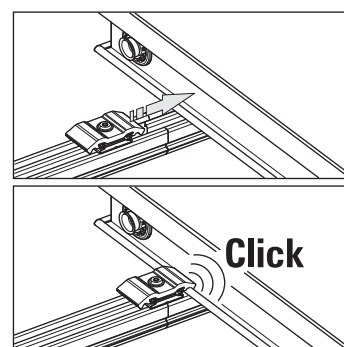

Bild 3-22 Doppelklemmstein positionieren
3. Doppelklemmsteine an den zuletzt montierten Flachkollektor schieben, bis das Klemmprofil im Kollektorrahmenprofil einrastet (Bild 3-22).